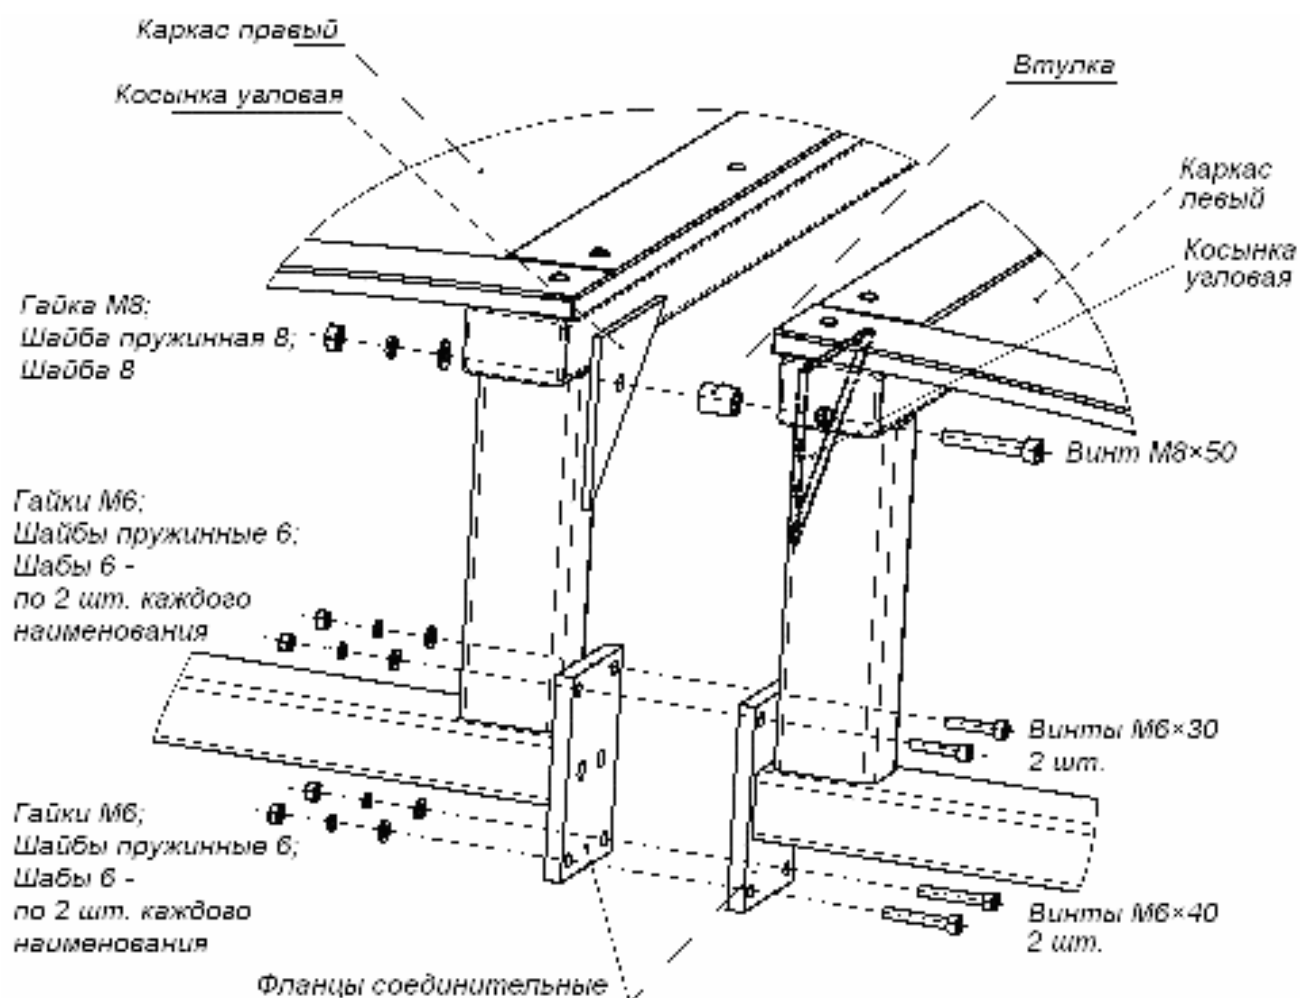
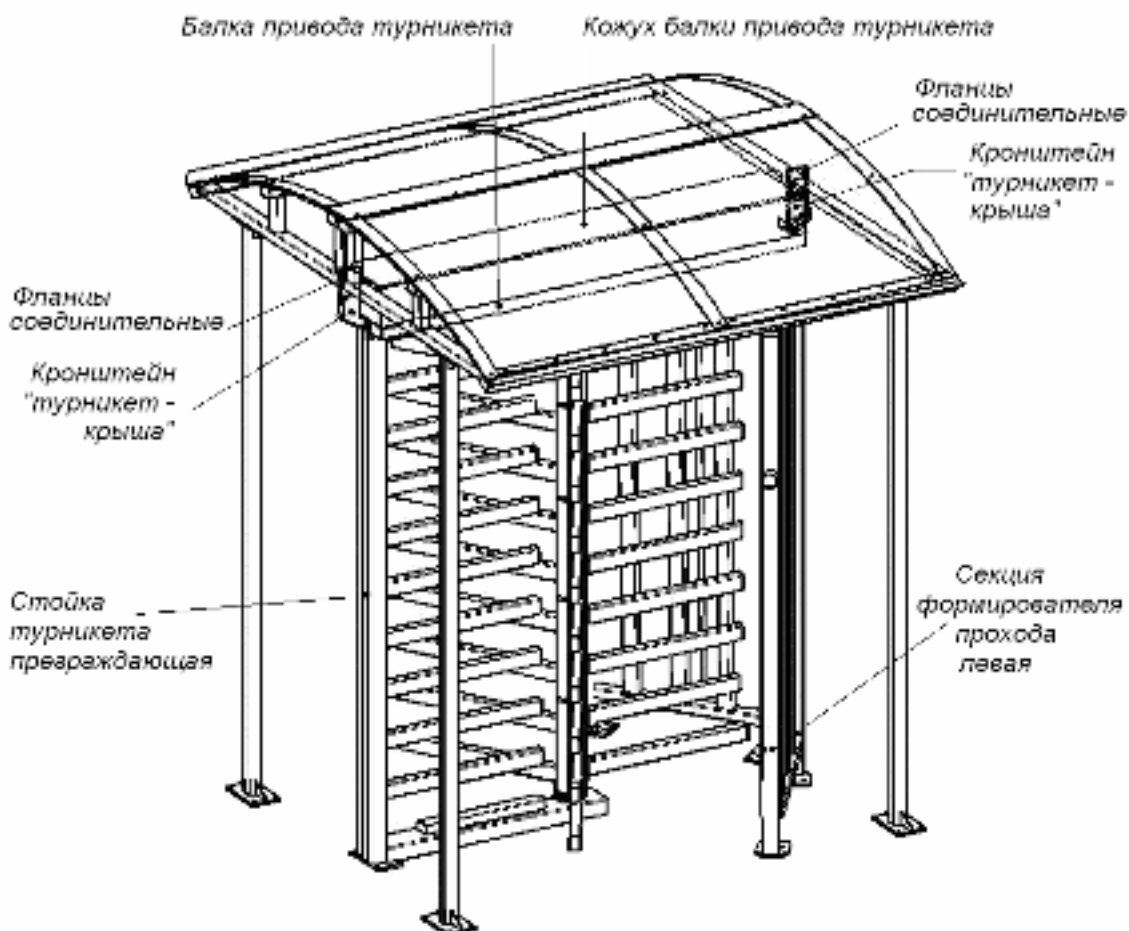

Рисунок 5 Схема соединения каркасов правого (1) и левого (2)
Рисунок 8 Расположение кронштейнов «турникет-крыша» между фланцами соединительными (6) крыши и балкой привода турникета
8.3.6 Изнутри левого каркаса через отверстие в его угловой косынке проденьте винт М8×45, наденьте на винт втулку и вставьте его в отверстие угловой косынки правого каркаса (см. рис. 5). Зафиксируйте винт изнутри правого каркаса гайкой М8 с двумя шайбами.
8.3.16.2 Со стороны преграждающей стойки турникета (см. рис. 8) выверните из соединительных фланцев каркасов крыши два нижних винта М6×40 с гайками и шайбами (см. рис. 5);
8.3.17 Аналогичным образом установите кронштейн «турникет-крыша» со стороны секций формователя прохода турникета (см. рис. 8).